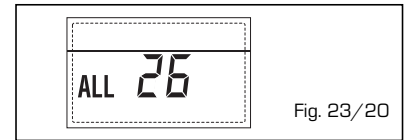

Fig. 23/20
- **ANOMALIA COERENZA APPLICAZIONE SOLARE "ALL 27" (fig. 23/21)**